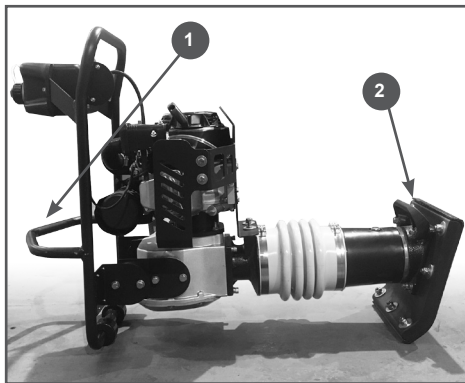

Рис. 21 Транспортирование в горизонтальном положении
4. Измерьте зазор между электродами свечи зажигания специальным щупом. Зазор должен быть 0,7-0,8 мм (Рис. 21). При увеличении, или уменьшении требуемого зазора, рекомендуется заменить свечу, так как регулировка зазора может привести к изменению качества искрообразования.
Если зафиксировать вибротрамбовку в вертикальном положении невозможно, закрепите устройство на транспортном средстве так, чтобы оно не перевернулось, не упало и не скатилось. Уложите вибротрамбовку так, чтобы двигатель был сверху (Рис. 21), и привяжите ее к транспортному средству за раму и рабочий цилиндр. Вибротрамбовку следует привязывать поперек рабочего цилиндра между трамбующим башмаком и смотровым отверстием для контроля уровня масла.
Перенос вибротрамбовки к новому участку работы осуществляется за транспортную скобу 1 и транспортировочную рукоятку 2 (Рис. 21).